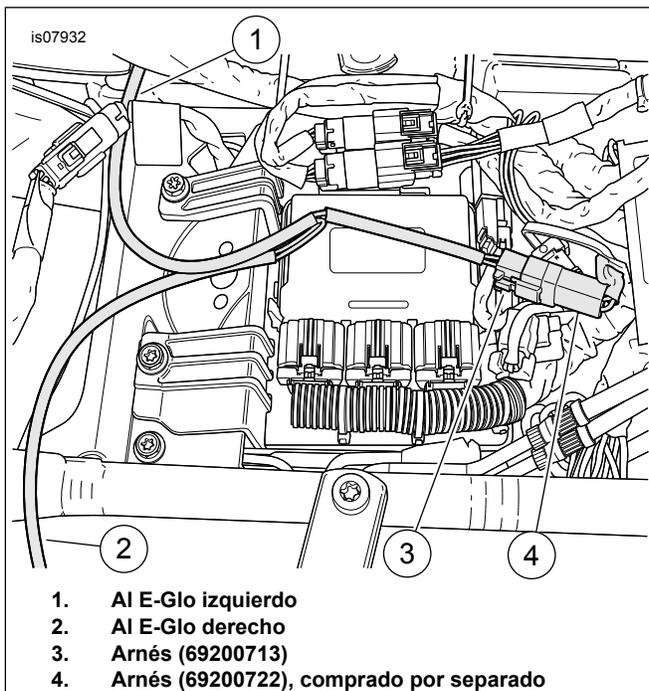

Figura 3. Instale el arnés de conexión eléctrica
3. Vea Figura 3. Instale la extensión eléctrica del arnés de acuerdo con las instrucciones en ese kit (vea los requisitos de instalación).